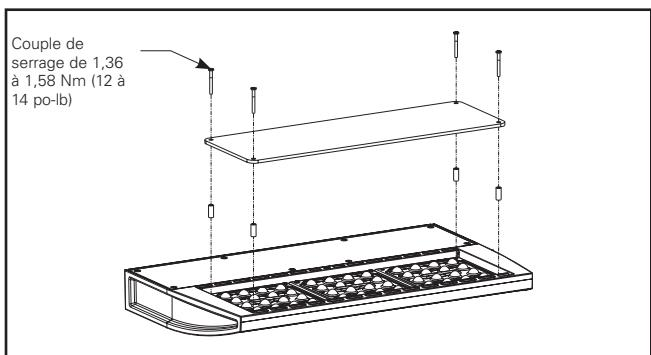

Figure 3.
1. Desserrez et retirez les quatre (4) vis n° 8-32 existantes sur la face du luminaire (Figure 3).
2. Alignez les quatre (4) espaces longs de 2,22 cm (7/8 po) avec les trous existants (4).
3. Utilisez les quatre (4) vis n° 8-32 x 3,81 cm (1 1/2 po) pour fixer fermement le protecteur antivandalisme sur le dessus du luminaire.